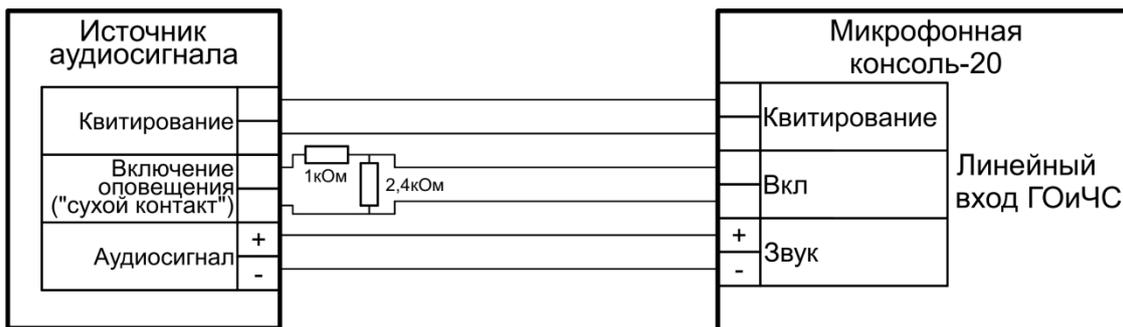

Рисунок 1.4.2. Схема подключения источника сигнала ГОиЧС.
1.4.8.3 Линейный вход ГОиЧС предназначен для приема внешнего сигнала оповещения о чрезвычайных ситуациях, рассчитан на подключение слаботоочного источника звукового сигнала с линейным выходом и предполагает его размещение вблизи консоли. Схема подключения входа приведена далее (Рисунок 1.4.2).
Трансляция оповещения с линейного входа ГОиЧС происходит при появлении сигнала запуска на входе «Вкл.». Сигнал со входа «Звук» начинает передаваться на блоки «Рупор-300», а на выходе «Квитирование» появляется сигнал подтверждения запуска оповещения. Консоль обеспечивает контроль целостности линии сигнала запуска оповещения (вход «Вкл») подключением резисторов в соответствии со схемой (Рисунок 1.4.2). Резисторы должны располагаться максимально близко к контактам источника сигнала. Отклонение номинала резисторов не должно превышать  $\pm 10\%$ . Использование функций линейного входа ГОиЧС доступно только для консоли, работающей в режиме «Пожарная консоль» (подробнее в пункте 1.4.6).